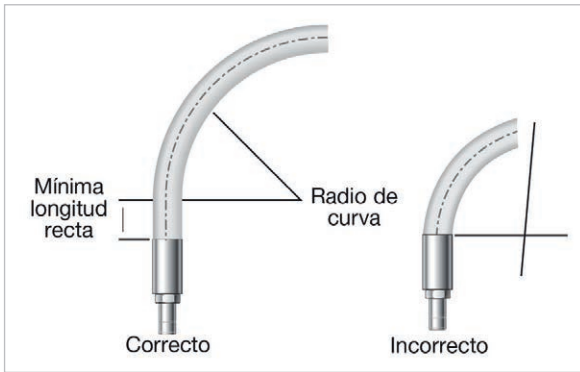

Figura 3a
- Siga las directrices del radio mínimo de curvatura: Instalar una manguera con una curvatura demasiado pequeña (Figura 3a) puede hacer que se retorza, reduciendo su vida útil.